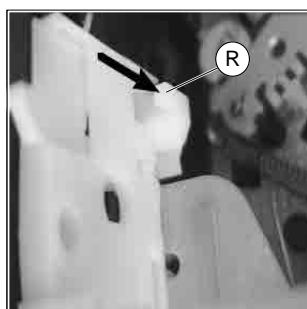
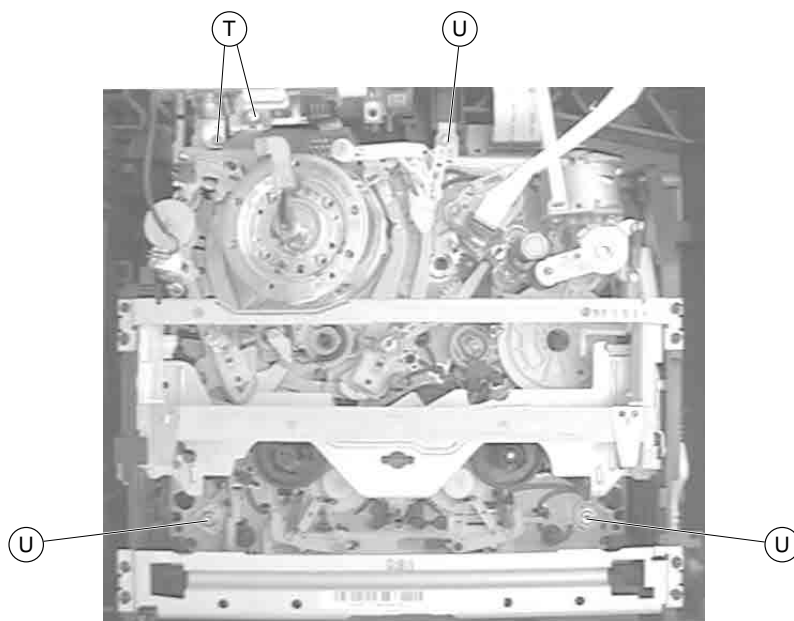

Fig. 11
Fig. 13
- Schrauben (T) entfernen, Steckverbindungen lösen und Kopfverstärker nach oben herausziehen (Fig. 13).
- Arretierungen (R) (Fig. 11) und (S) (Fig. 12) des Cassettenschachtes lösen und diesen dabei so weit nach innen schieben, bis die Schrauben (U) (Fig. 13) zugänglich sind.
- Schrauben (U) entfernen (Fig. 13) und gegebenenfalls Steckverbindungen zur Elektronik lösen.
- Undo the screws (T), unplug the connectors and raise the Head Amplifier to remove it (Fig. 13).
- Release the locks (R) (Fig. 11) and (S) (Fig. 12) of the cassette compartment and move it inwards to gain access to the screws (U) (Fig. 13).
- Undo the screws (U) (Fig. 13) and unplug the connectors to the electronics if necessary.